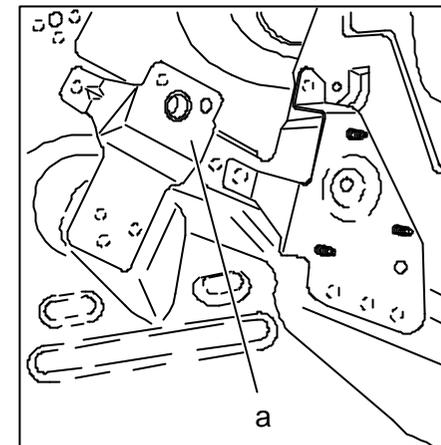

Fig. 2
- ✧ *Supprimer ou couper les supports des enrouleurs de ceintures arrière (Rep. a, Fig. 2).*